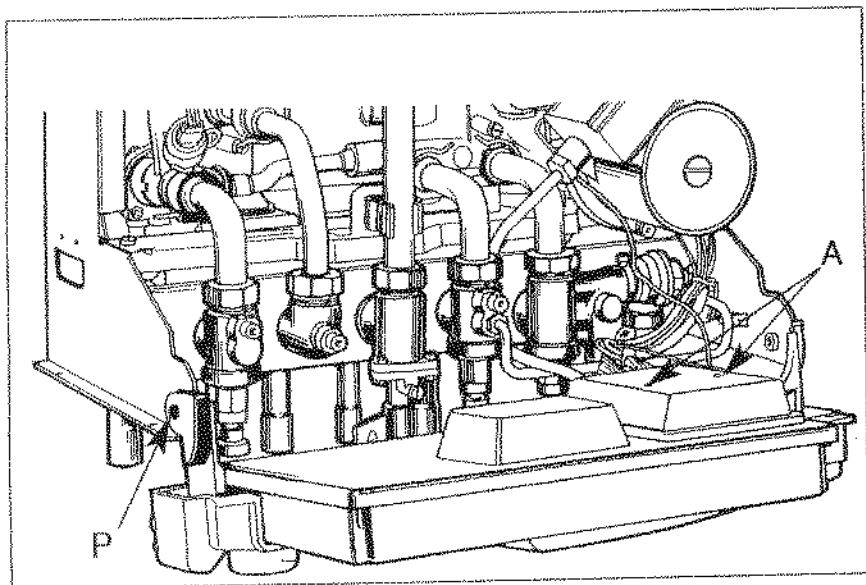

Fig. 11
- Dévisser les deux vis «A» (fig. 11) de fixation du capot de protection, ôter le capot.